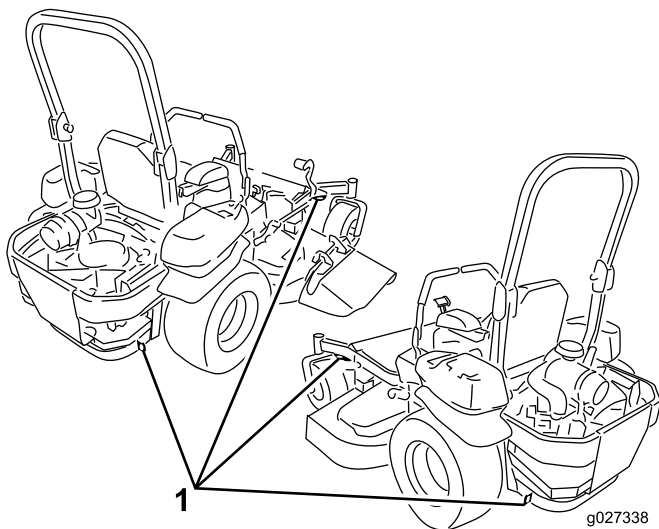

Figure 36
5. Servez-vous des points d'attache en métal de la machine pour arrimer solidement la machine sur la remorque ou le véhicule utilitaire avec des sangles, des chaînes, des câbles ou des cordes (Figure 36).